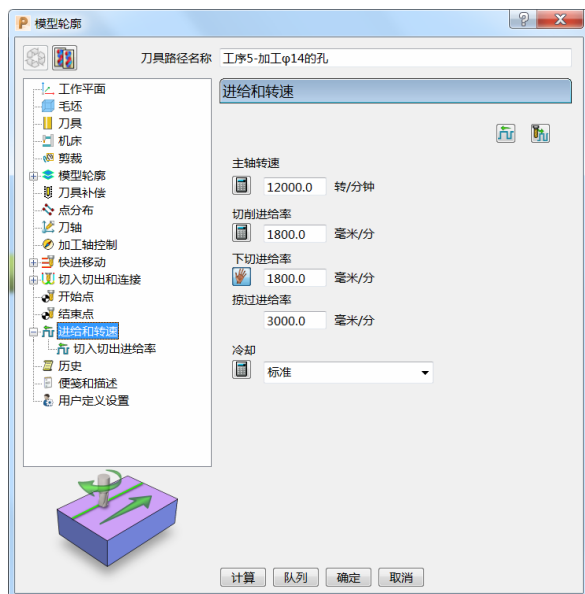
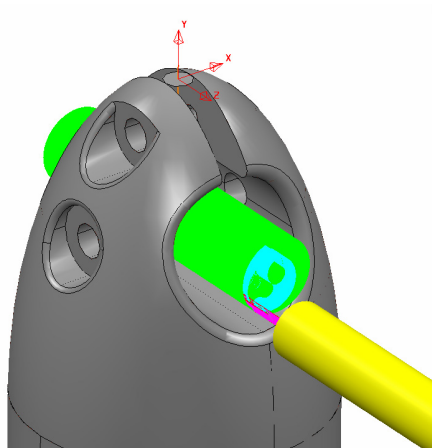

图 6-39
图 6-40
10) 进给和转速: 设定主轴转速 12000.0r/min、切削进给率 1800.0mm/min、下切进给率 1800.0mm/min、掠过进给率 3000.0mm/min, 标准冷却。(图 6-39)
11) 单击图 6-39 中的“计算”按钮，刀具路径如图 6-40 所示。